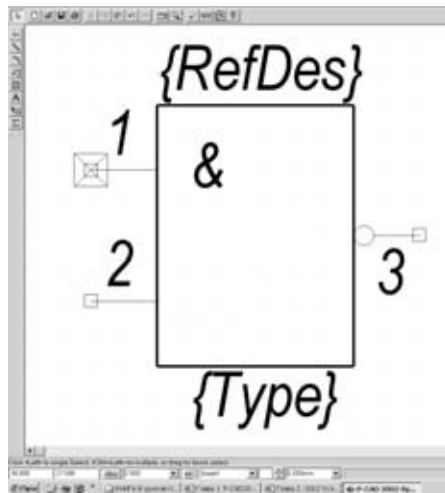

Рис.2.2.17
- Установить точку привязки элемента на 1-й вывод УГО. Для этого выполнить команду Place Ref Point. Переместить курсор в точку с координатами (2, 20) и щелкнуть ЛК (рис.2.2.17).